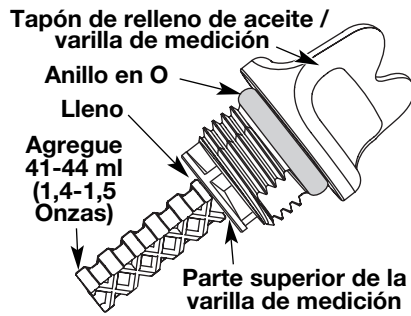

Fig. 22
- Retire el tapón de relleno de aceite / varilla de medición e inspeccione el nivel del aceite. El aceite debe llegar hasta la parte superior de la varilla de medición (Fig. 22).